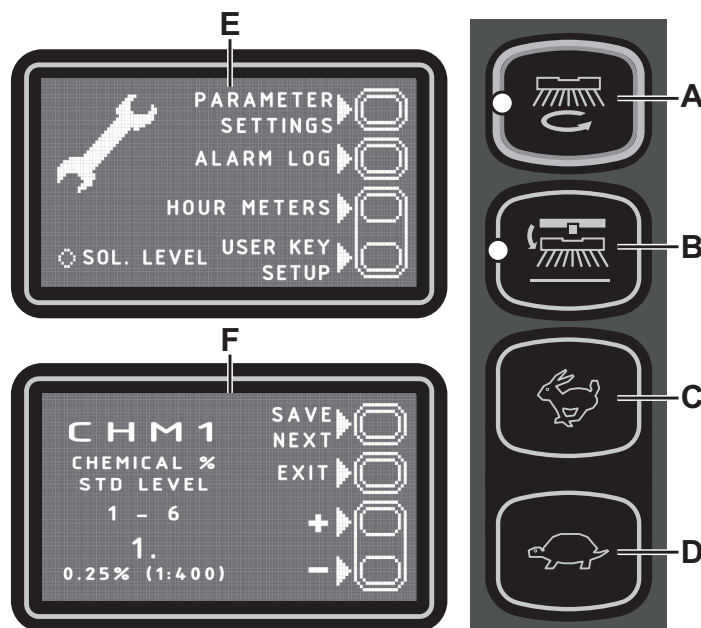

Abbildung 8
Hauptbildschirm (E, Abb. 8)
Bildschirm Geräteeinstellungen (F, Abb. 8)
Um zum Hauptbildschirm (E, Abb. 8) zurückzukehren, mehrmals die Taste (A) drücken.
Um zum Hauptbildschirm (E, Abb. 8) zurückzukehren, die Taste (A) drücken.